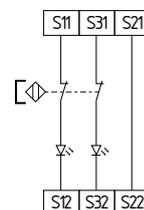

Fig. 18
**Controllo a due canali di interruttori magnetici di sicurezza secondo EN 60947-5-3 (vedere Fig. 18)**